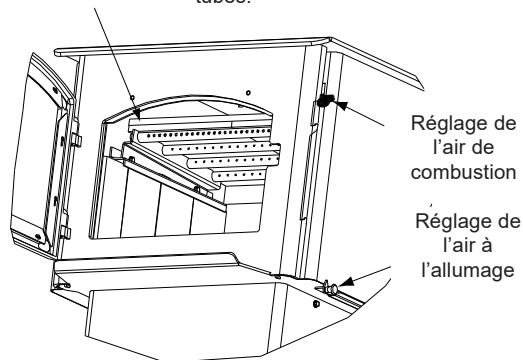
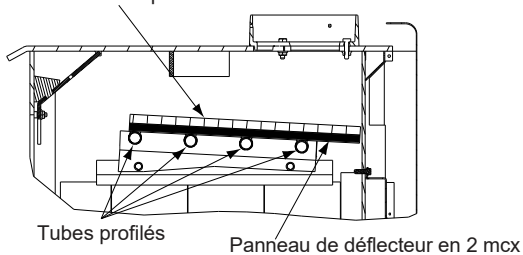

Figure 12.1
Figure 12.2
1. Confirmez que la position du déflecteur est correcte. Il doit affleurer le tube avant et reposer sur tous les tubes (**Figure 12.1 et Figure 12.2**).